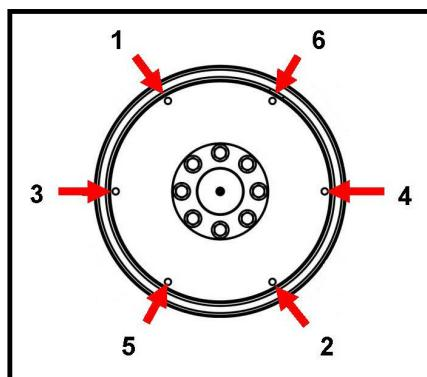

FIGURA 22. SEQUENZA DI FISSAGGIO
10. Serrare i bulloni per fissare il disco di accoppiamento al volano nella sequenza indicata in Figura 22 a pagina 41.